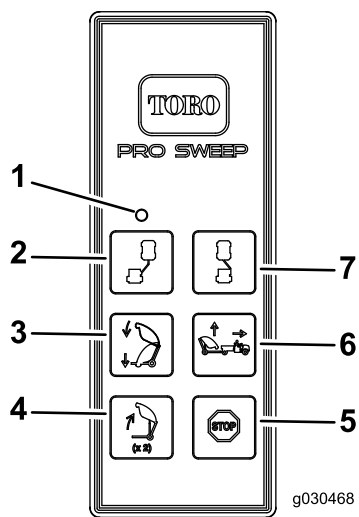

Figura 28
2. Premete il pulsante di scarico della tramoggia per 1 secondo, rilasciate il pulsante per 1 altro secondo e poi premetelo nuovamente (Figura 28).